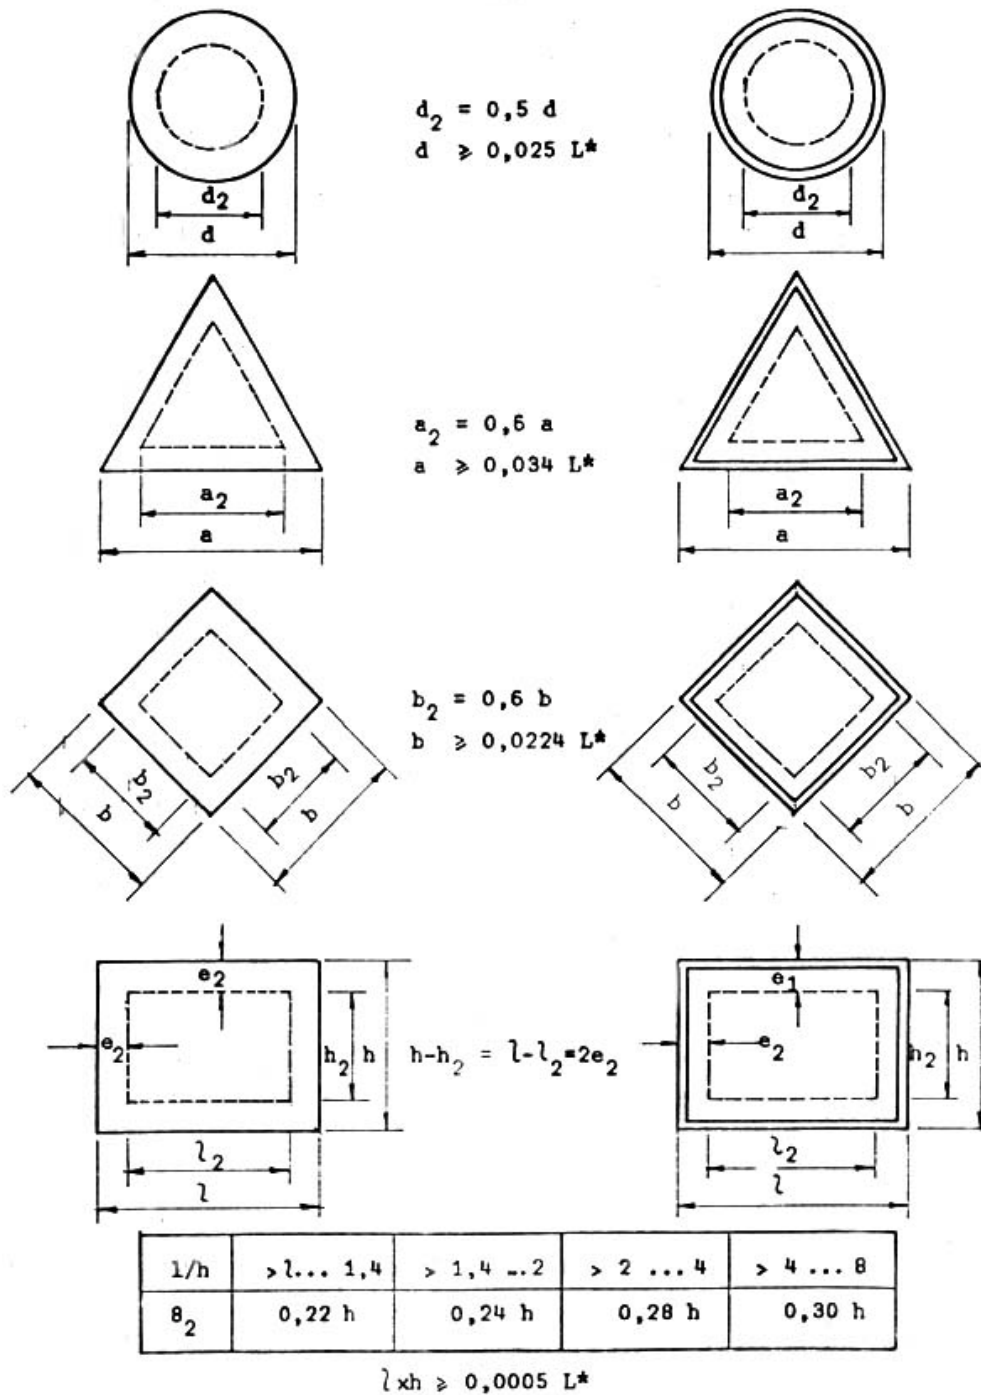

Fig. 1 : Regla 1: Señales de seguridad sin franja de borde o con faja angosta en color contrastante.
- 6.1 Los símbolos y los textos, de haberlos, deberán situarse dentro del área indicada por las líneas punteadas en las Fig. 1 y Fig. 2.